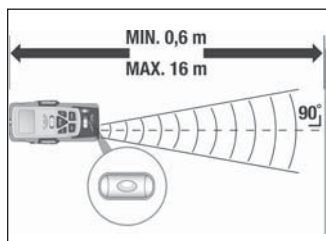
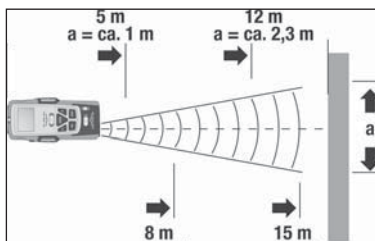

Fig. 1
Fig. 2
2. Tenez l'appareil à l'horizontale devant le mur dont vous voulez mesurer la distance par rapport à vous. L'émetteur/récepteur d'ultrasons 10 doit être orienté à angle droit vers le mur. Utilisez à cette fin le niveau à bulles : La bulle dans le niveau à bulles d'air 8 doit se trouver entre les traits de repère (voir Fig. 1).
Plus grande est votre distance par rapport au mur, plus est large la surface (a) que le détecteur multifonction à ultrasons peut mesurer (Fig. 2). Par conséquent, notez bien que le détecteur multifonction doit toujours être orienté à angle droit sur une surface plane (Fig. 1 et 3). Veillez à ce qu'il n'y ait aucun objet dans la plage de mesure.